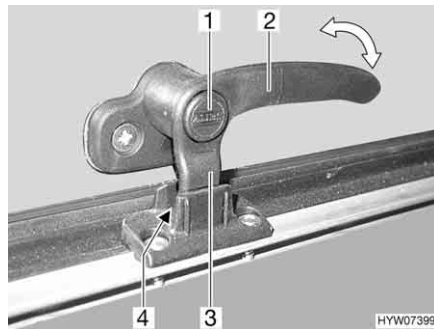
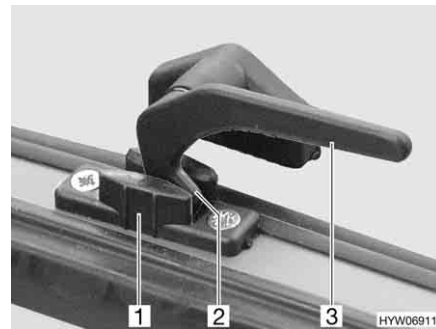

Fig. 95 Alavanca de trava com botão de segurança na posição "Arejamento contínuo"
Fig. 96 Alavanca de trava na posição "Arejamento contínuo"
- Na posição "Arejamento contínuo" (Fig. 95 e Fig. 96)
- Se disponível, prima o botão de segurança (Fig. 95,1) e mantenha-o premido.
- Gire a alavanca de trava (Fig. 95,2 ou Fig. 96,3) um quarto de volta na direção do meio da janela.
- Gire novamente para trás a alavanca de trava. Durante isto, desloque a ponta de trava (Fig. 95,3 ou Fig. 96,2) na alavanca de trava para dentro do entalhe no dispositivo de bloqueio da janela (Fig. 95,4 ou Fig. 96,1).
- Se disponível, largue o botão de segurança (Fig. 95,1).